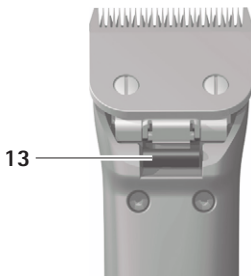

Fig. 4
- Apăsați elementul de închidere a capului de tuns **14**, vezi Fig. 4.